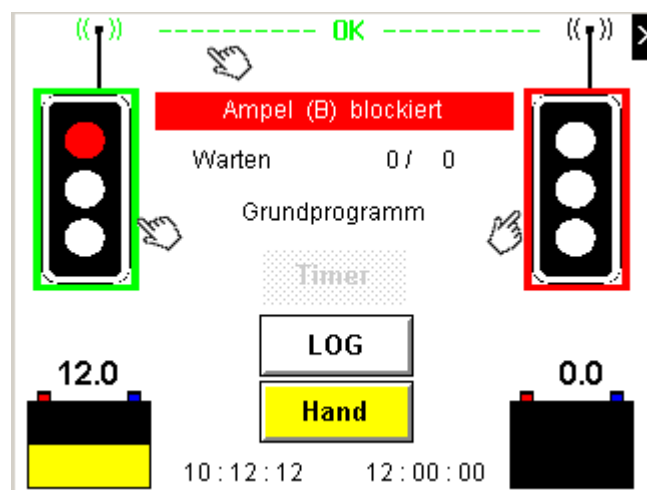

Abb. 9
Abb. 9 zeigt einen Fehler, der durch eine fehlende Nummer der Empfänger-Ampel hervorgerufen wird. Indiz dafür ist die fehlende Lampenfarbe im Ampelsymbol und das rot umrahmte Ampelsymbol (B).